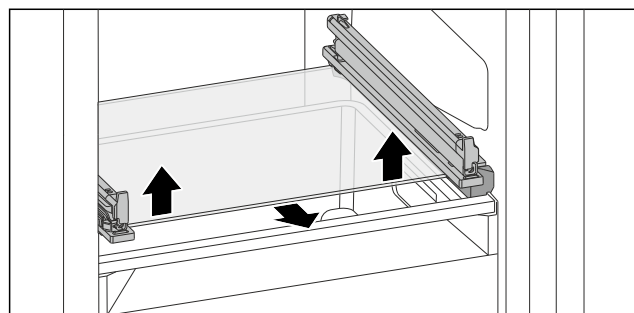

Fig. 202 Ripiano in vetro del cassetto ribaltabile
- Premere il ripiano in vetro dal basso verso l'alto su entrambi i lati. (vedere Fig. 202)